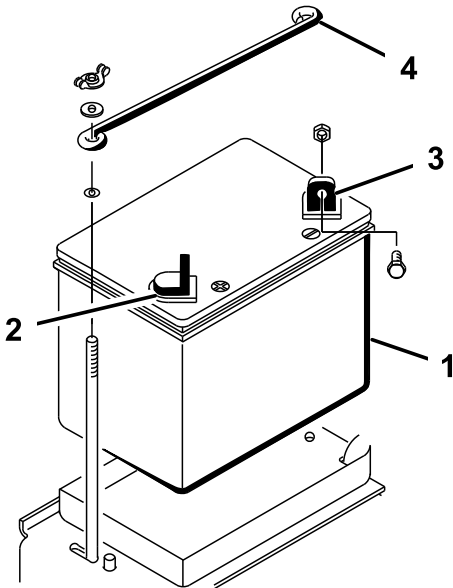

图 5
1. 将电池放到右轮后面的托盘中使电池的负极端子朝向机器后面图 5。